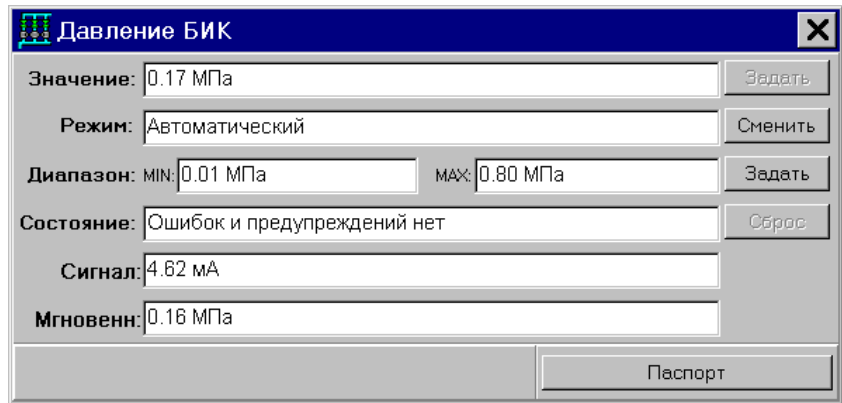
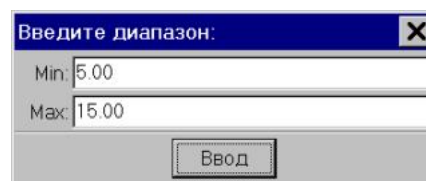
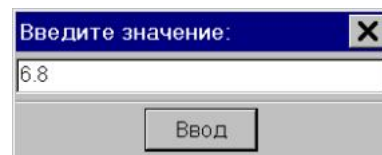

Рис. 10 – Окно текущего состояния датчика
Рис. 14
Рис. 15
3.5.2.1 Щелчком «мыши» на изображении датчика () или его числовом значении вызывается окно (Рис. 10), содержащее информацию о текущем состоянии датчика. Окно содержит следующие поля:
3.5.2.5 Для задания диапазона граничных значений параметра необходимо нажать кнопку **Задать** справа от поля **Диапазон** (см. Рис. 10) – при этом будет выведено окно ввода диапазона (Рис. 14).
3.5.2.6 Для ввода ручного значения параметра необходимо нажать кнопку **Задать** справа от поля **Значение** (см. Рис. 10) (кнопка становится доступной только при ручном режиме работы датчика). При этом будет выведено окно ввода значения параметра (Рис. 15).
3.5.2.7 Для снятия аварийной звуковой сигнализации при аварийном состоянии датчика необходимо нажать кнопку **Сброс** справа от поля **Состояние** (см. Рис. 10).